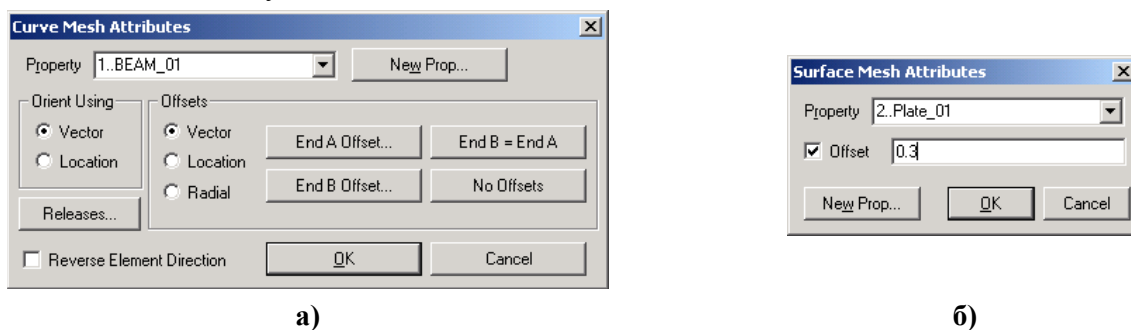

Рис.3.9. Діалогові панелі призначення геометричним об’єктам атрибутів: а) – для кривих; б) – для поверхонь
- вздовж кривих для одновимірних СЕС (**Attributes Along Curve...**): спочатку обираються криві, потім на діалоговій панелі „Curve Mesh Attributes”, що з’являється (див. рис.3.9-а), обирається „Property” або створюється нова „властивість” (**New Property...**); у секції „Orient Using” обирається спосіб, за яким буде вказуватися орієнтація осі Y перерізу одновимірного СЕС („Vector” – вектором або „Location” – точкою); у секції „Offset” – спосіб завдання відступу (зміщення) осі СЕС від обраних кривих: „Vector”, „Location” або „Radial”; кнопками „End A Offset”, „End B Offset” або „End B = End A” – їх величини („No Offset” – відсутність). Кнопкою „Released...” (рухливість) викликається панель для відключення на
- на поверхні для двовимірних СЕ (**Attributes On Surface...**): спочатку обирається поверхня, потім на діалоговій панелі „**Surface Mesh Attributes**”, що з’являється (див. рис.3.9-б), обирається „**Property**” або створюється нова „властивість” (**New Property...**); у вікні „**Offset**” задається зміщення СЕ відносно поверхні (при необхідності);